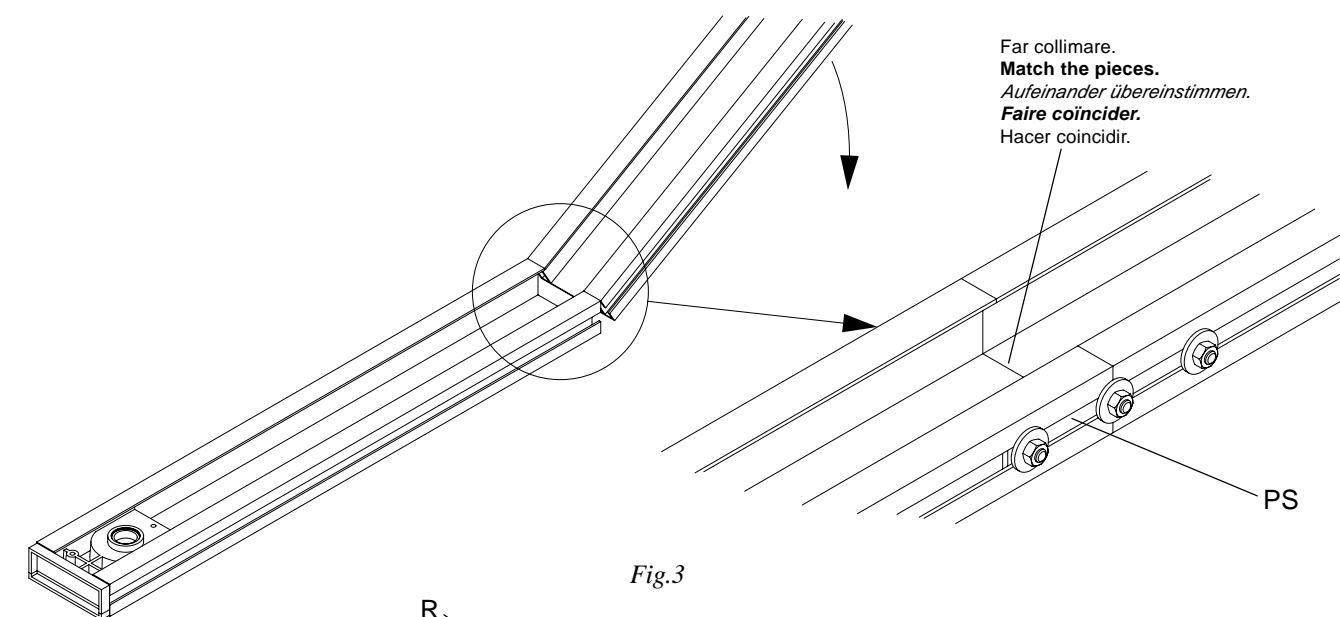

Fig.3
- Ruotare uno spezzone fino ad ottenere un unico binario appoggiato ad un piano, avendo cura di far collimare i due profili (fig.3).
- **Turn a piece until a single track is formed, resting on a plain, taking care that the two profiles are perfectly matched (Fig. 3).**
- Ein Schienenteil drehen bis eine einzige Schiene auf einer Fläche entsteht und darauf achten, dass die beiden Profilen miteinander übereinstimmen (Abb. 3).
- Faire pivoter un tronçon jusqu'à l'obtention d'un rail unique appuyé à une surface plate, en ayant soin de faire coïncider les deux profils (fig. 3).
- Girar un trozo hasta conseguir un único riel apoyado sobre una superficie, procurando hacer coincidir los dos perfiles (fig.3).